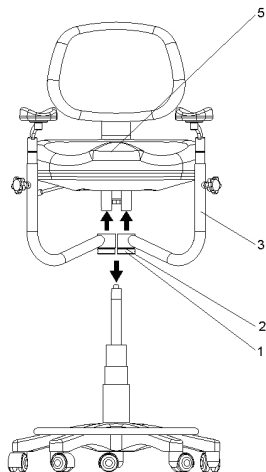
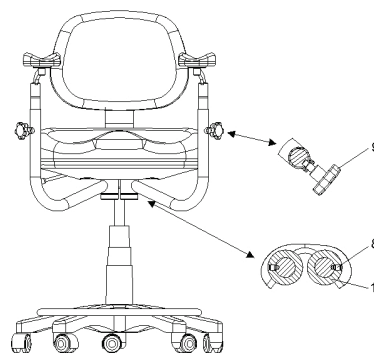

Рис. 7.4
Рис. 7.5
- наденьте на штыри кронштейна стула подлокотники 3, кольца 2, опорные кольца 1 (см. рис. 7.4). Зафиксируйте опорные кольца 1 при помощи винтов 8 (см. рис. 7.5);
Для регулировки положения подлокотника по высоте ослабьте винт 9 (рис. 7.5), переместите стойку подлокотника 10 на требуемую высоту и вновь зафиксируйте это положение винтом 9.